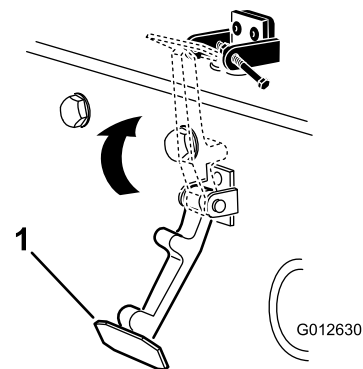

Figura 7
7. Prenda o trinco no suporte do trinco do capot (Figura 7).